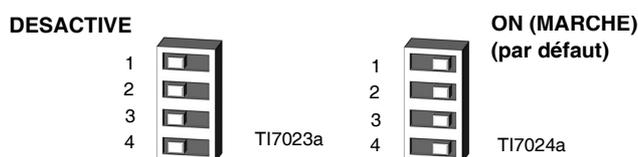

FIG. 7. Réglages du commutateur DIP (SW2)
2. Mettez les quatre commutateurs DIP sur les positions voulues. Voir FIG. 7 et TABLEAU 5 à la page 33.